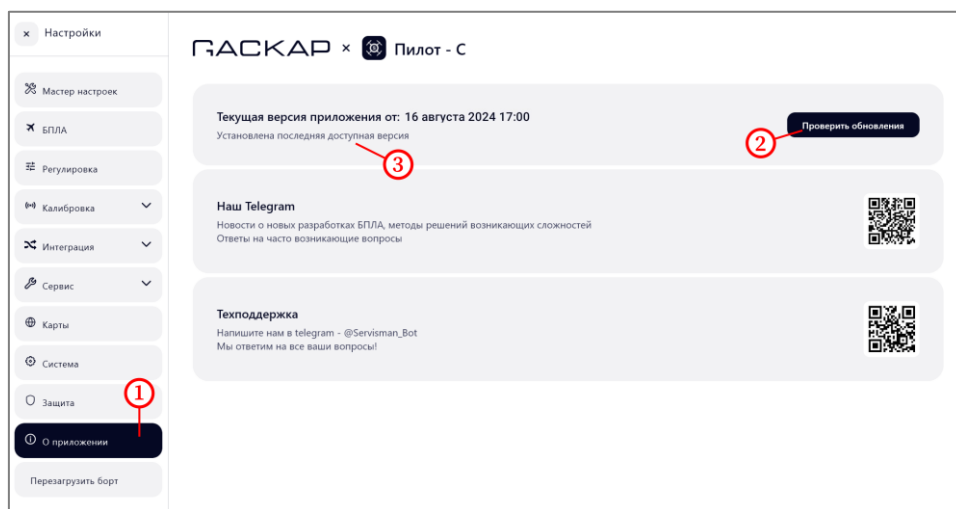

Рисунок 120 – Проверка наличия обновлений приложения
- в боковом меню выбрать пункт « О приложении» (рисунок 120, шаг 1);